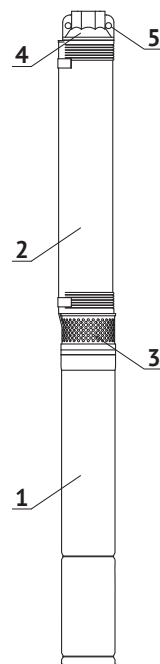

Рис. 1
Насос (рис. 1) состоит из электродвигателя (1) и проточной части (2). Корпус насоса выполнен из нержавеющей стали. Проточная часть – центробежного типа. Рабочие колеса – «плавающие», выполнены из высокопрочного, износостойчивого поликарбоната, обеспечивают продолжительный срок службы проточной части и уменьшают вероятность заклинивания при перекачивании воды с механическими примесями. Насос оборудован встроенным обратным клапаном.